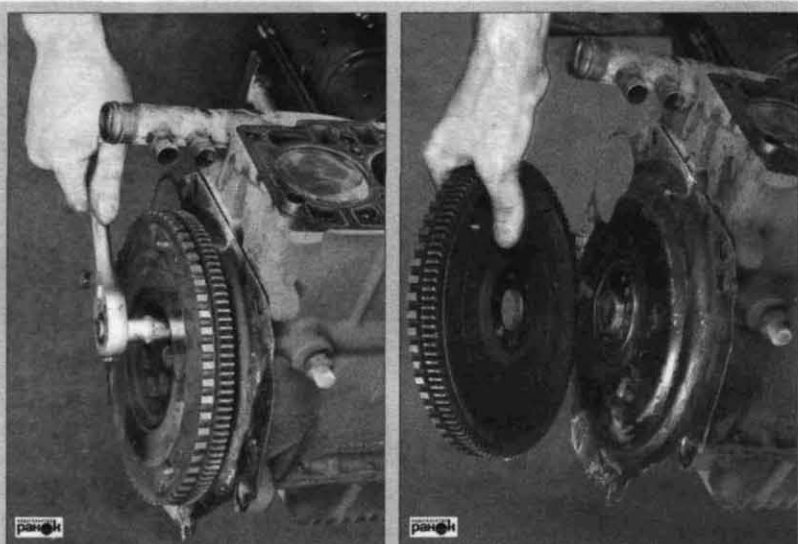

Рис. 3.52. Снятие маховика
- отвернув болты крепления, снять маховик (рис. 3.52);